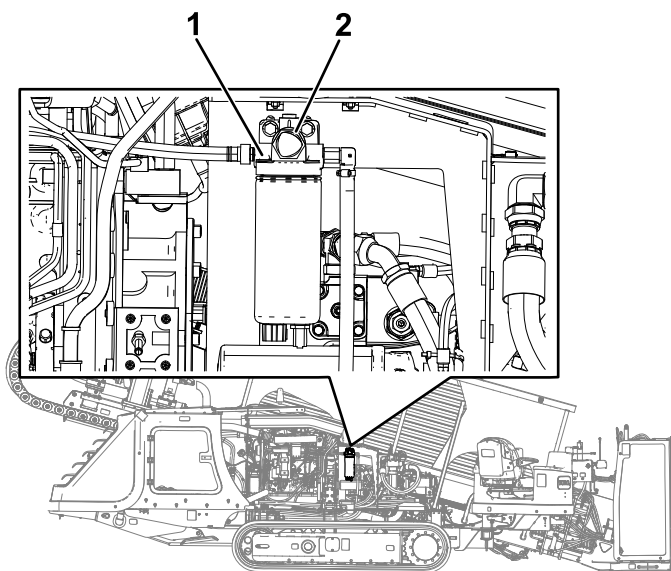

Figura 128
6. Localice el botón de cebado en la parte superior del adaptador del filtro de combustible primario (Figura 128).
7. Pulse y suelte repetidas veces el botón de cebado hasta que note resistencia al presionar el botón de cebado (Figura 128).
3. Coloque trapos limpios bajo el filtro de combustible primario (Figura 128).
4. Afloje las abrazaderas de las mangueras y separe el filtro de combustible primario de las mangueras de combustible (Figura 128).
6. Deslice las mangueras sobre el accesorio de manguera del filtro de combustible primario y apriete las abrazaderas (Figura 128).